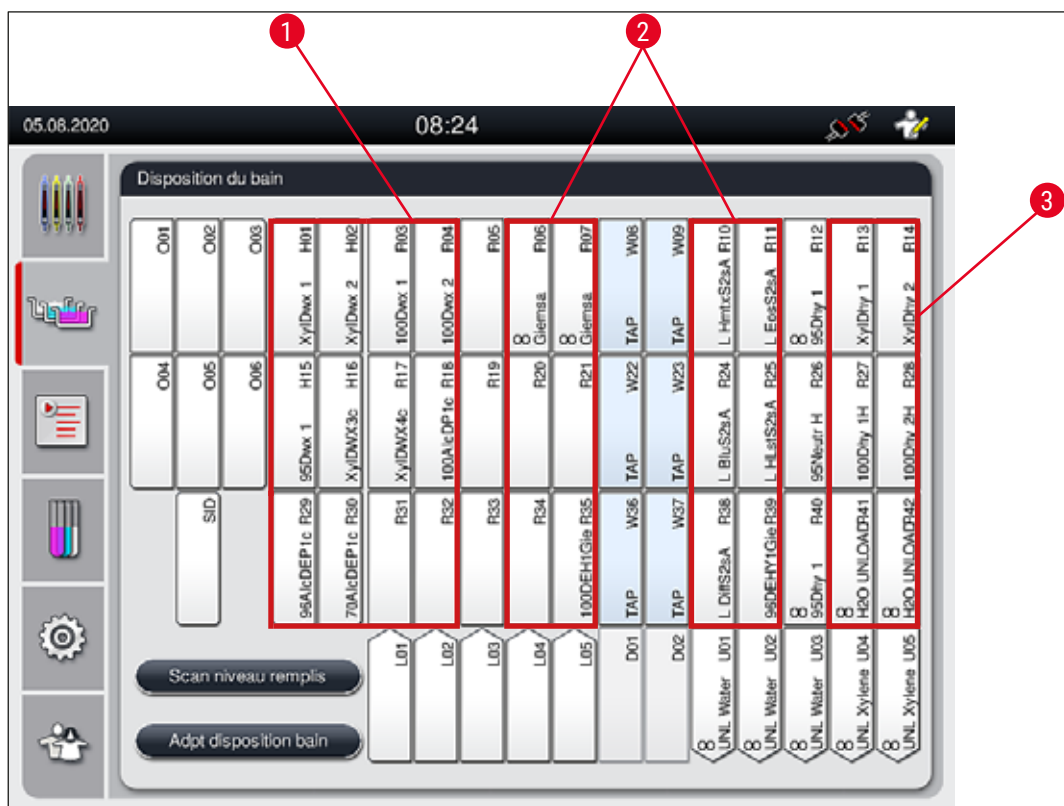

Fig. 40
- Les réactifs de coloration qui requièrent une étape d'eau de rinçage sont positionnés à proximité des cuvettes d'eau de rinçage (→ "Fig. 40").